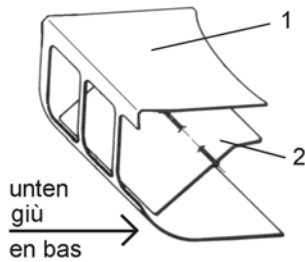

Abbildung 19: Vorluftbegrenzer (VLB)
In Ihrem Ölofen ist ein Vorluftbegrenzer (VLB, siehe Abbildung 19) eingebaut, dieser gleicht Förderdrücke über 20 Pa aus, damit wird ein wirtschaftliches Heizen auch bei hohem Förderdruck (Schornsteinzug, Kaminzug) ermöglicht. Kontrollieren Sie bitte die einwandfreie Funktion des VLB bzw. Zugbegrenzers. Beachten Sie hierzu die Hinweise in Kapitel 12.3 „Wartung des Vorluftbegrenzers“.
19). Im Inneren des automatisch arbeitenden VLB befindet sich eine sogenannte Pendelklappe. Mit Hilfe eines VLB kann Ihr Ofen wirtschaftlich geheizt werden. Damit der VLB zugänglich wird, müssen gegebenenfalls die Rückwand („Viking“) bzw. das Inspektionsblech („Ibiza“) Ihres Ölofens abgenommen werden. Durch leichtes Zusammendrücken des Gehäuses mit der Hand kann der VLB aus der Vorwärmkammer (siehe Abb. 1 + 2) herausgezogen werden. Beseitigen Sie eventuell vorhandenen Staub mit einem Staubsauger. Zum Montieren brauchen Sie den VLB nur formschlüssig in die vorhandene Öffnung am Brennermantel einstecken (wichtig: große Rundung muss unten sein, siehe Abbildung 19). Überprüfen Sie abschließend die freie Beweglichkeit der Pendelklappe, dazu Tippen Sie diese behutsam an. Infolge z.B. Erschütterungen beim Transport des Ofens o.ä. könnte sich die Klappe verkleben. Dieser Zustand muss beseitigt werden.